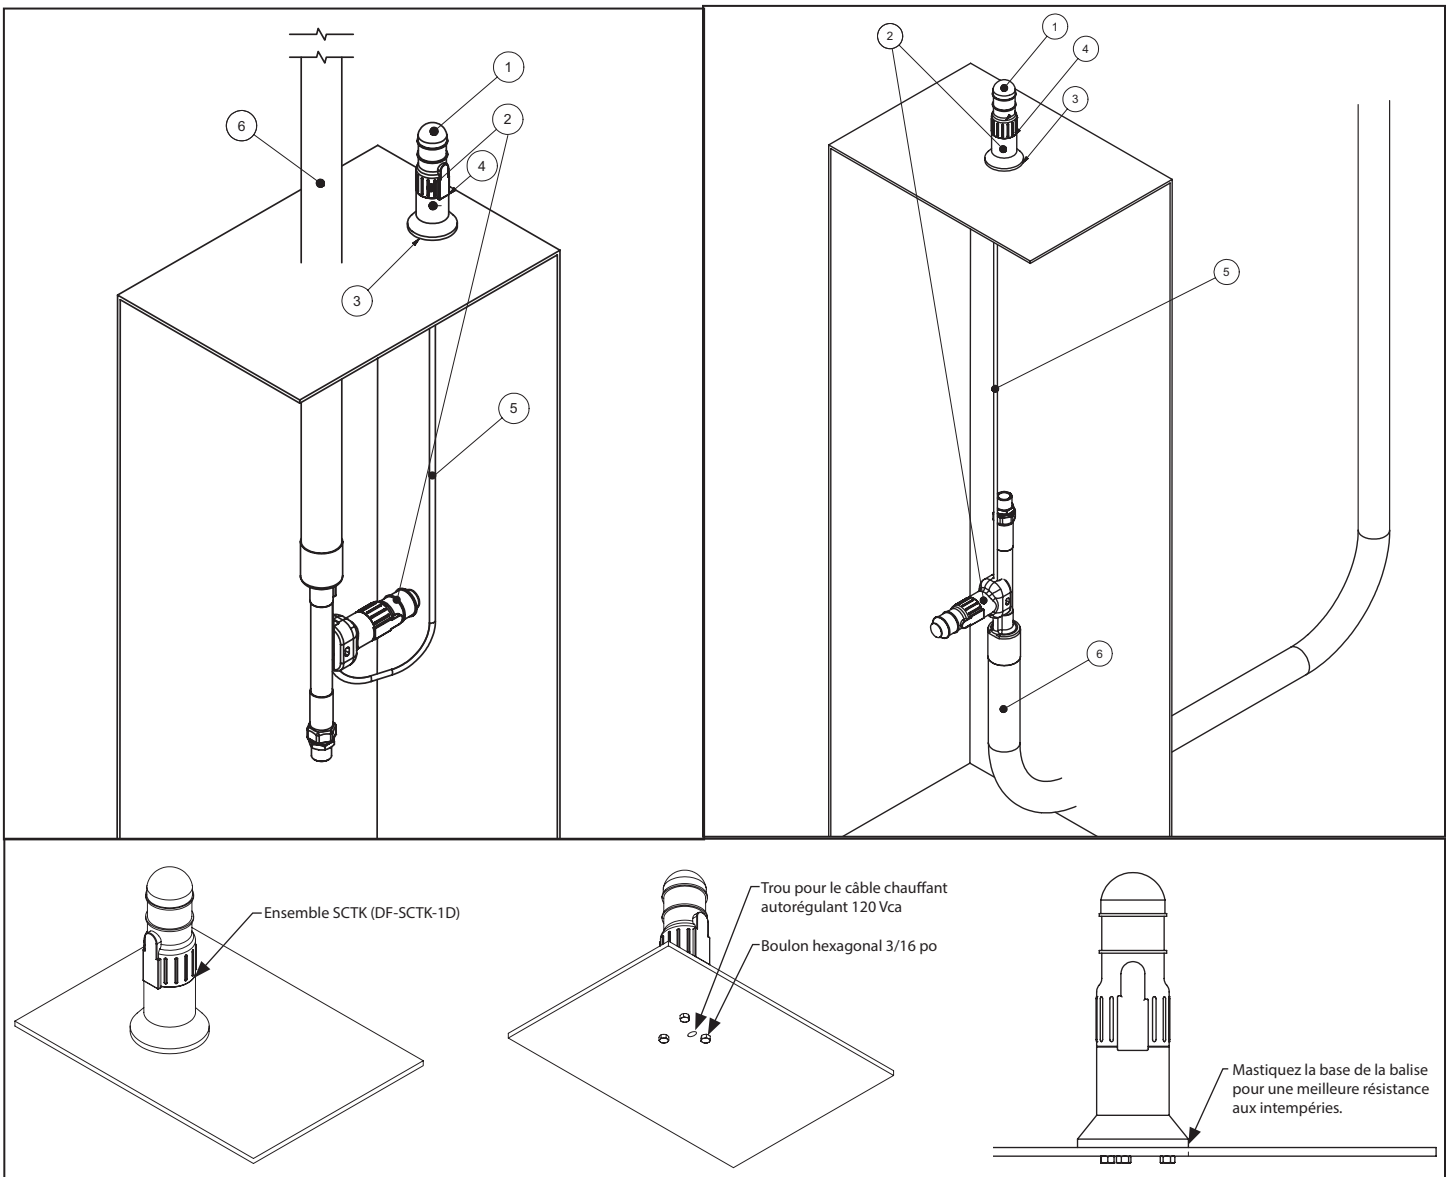

Figure 15-50
15.10 BALISE TERMINATOR**ENSEMBLE D'ÉCLAIRAGE DEL DE FIN DE CIRCUIT POUR MONTAGE SUR SURFACE PLANE DF-DE-B-FAK****Procédure d'installation (Figure 15-50)****15.10.1. ENTRÉE DU TUYAU PAR LE HAUT**